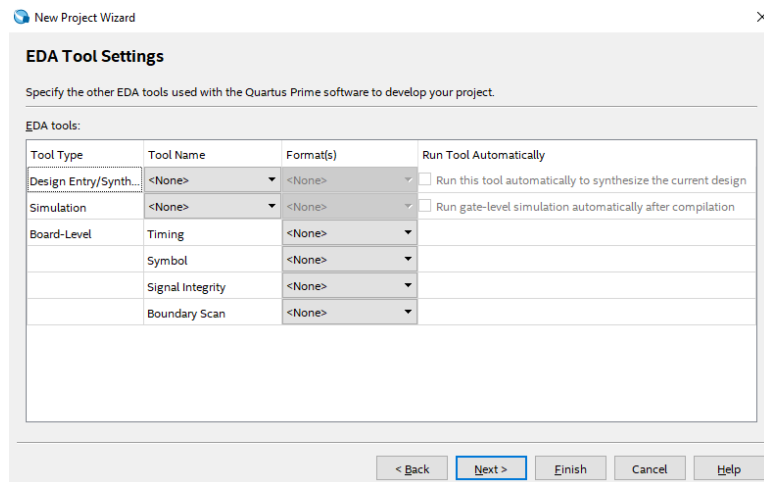

Figura 9. Herramientas para simulación.
8. Debido a que no se realizarán simulaciones en la presente actividad, no se seleccionará alguna herramienta de simulación como se muestra en la Figura 9. Haga clic en **Next**.